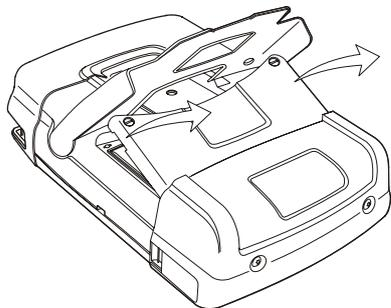

Figura 49 . Retirada de la tapa de la batería
4. Levante la tapa y extráigala (Figura 49).